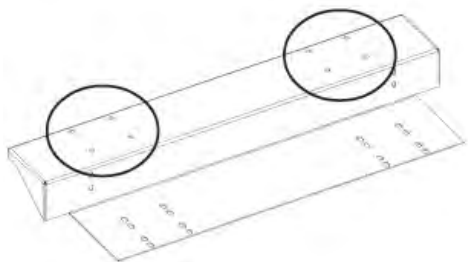
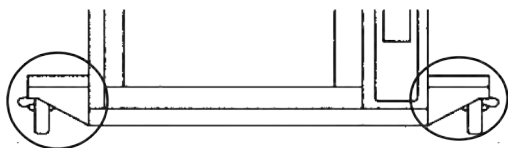

图 4
图 5
5. 将脚轮安装到脚轮支架 (图 4), 将两个锁紧万向脚轮安装到机器控制侧, 将非锁紧脚轮安装到客户侧。使用随附 5/16 英寸六角螺栓、5/16 英寸锁紧垫圈、5/16 英寸螺母和 5/16 英寸平垫圈 (一个螺栓用 2 个平垫圈; 脚轮支架底侧一个, 顶侧一个)。如图 5 所示, 完成安装。